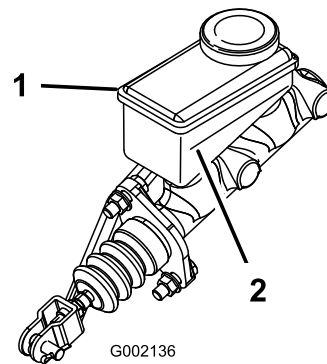

Рисунок 18
3. Посмотрите на контур уровня жидкости в боковой части бачка. (Рисунок 18).
- В. Долейте тормозную жидкость DOT 3 в бачок, пока ее уровень не будет выше линии «Минимум» (Рисунок 18).
5. Установите резиновую заглушку в верхней части приборной панели (Рисунок 18).